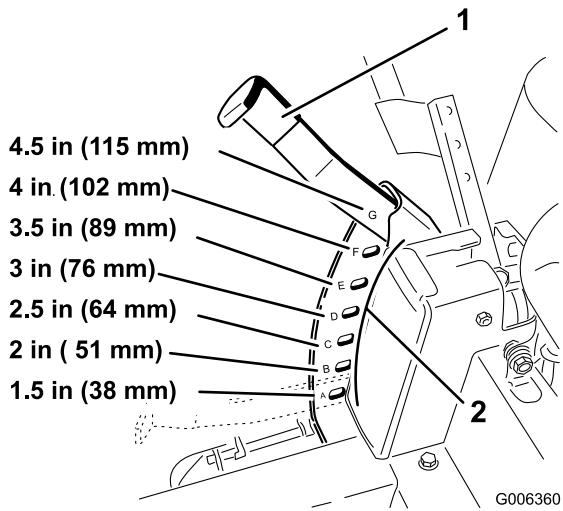

Figura 17
3. Alzate la leva dell'altezza di taglio in posizione di trasferimento, posizione dell'altezza di taglio **G** (115 mm) (Figura 17).